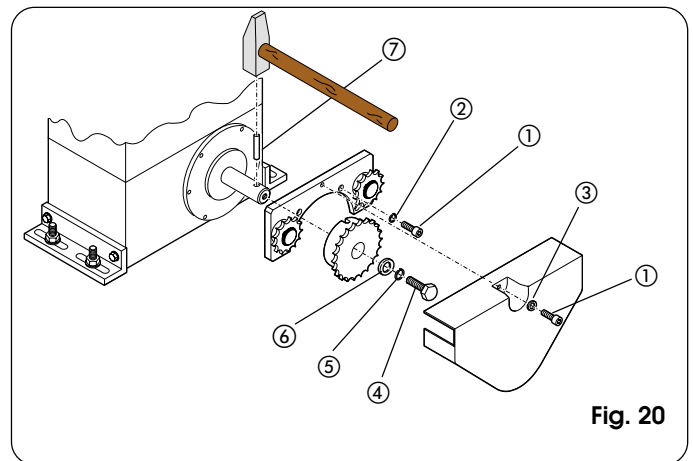
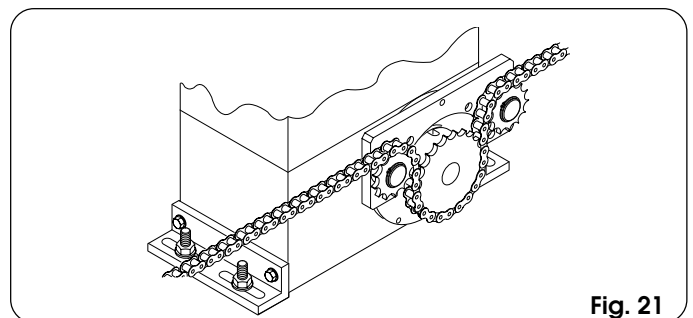

Fig. 20
Fig. 21
**4.5.2. MOD. 746 ER RF (Fig. 20 - 21)**
- 2) Plaats de beugel van de tussenoverbrengingen op de flens van de motorvertraging met behulp van de vier schroeven a (M5 x 12) en de bijbehorende ringen b uit de set, zoals aangegeven op fig. 20.
- 4) Voer de ketting door zoals aangegeven op fig. 21 en monteer de afdekking met de schroef a en de ring c van fig. 20.